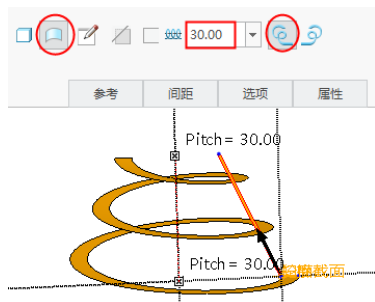

图 3-155 创建螺旋扫描曲面
- 在操控板中设置间距（螺距）为 30，单击“使用左手定则”按钮 ，确定旋向，最后单击“应用”按钮 ，完成螺旋扫描曲面的创建，如图 3-155 所示。